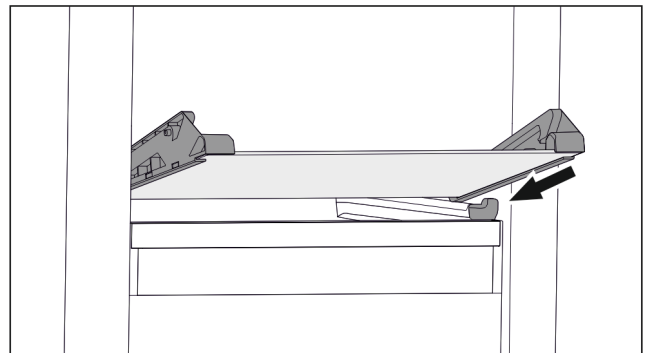

Fig. 64 Стеклопастинная пластина откидного выдвижного ящика
- ▶ Наклоняя вниз, установите стеклопастинную пластину за стопоры. (см. Fig. 64)